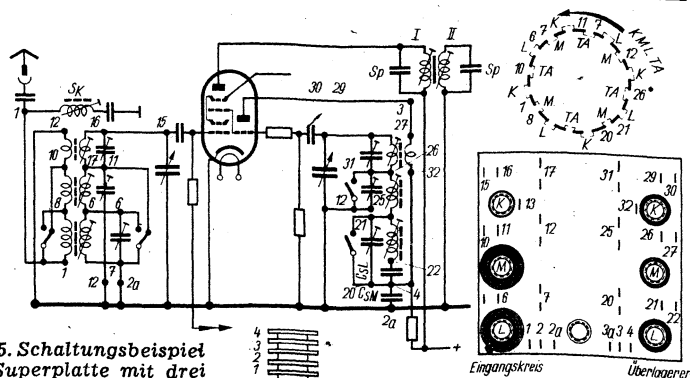

Bild 5. Schaltungsbeispiel für Superplatte mit drei Wellenbereichen
**Wickeldaten für Schaltung Bild 5**
hauptsächlich für den Selbstbau von Spulensätzen gedacht. Für den Eingangskreis verwendet man wegen der Antennen-Ankopplungsspule vierkammerige Körper, während für den Oszillator dreikammerige genügen. Die Eingangsspule sollte auf jeden Fall mit Hf-Litze gewickelt werden, damit die Dämpfung des ersten Kreises nicht allzu groß wird. Geringe Dämpfung ist schon mit Rücksicht auf die Empfindlichkeit des Gerätes und die Kleinhaltung eventuell einfallender Spiegelfrequenzsignale erwünscht. Man verwende möglichst die in nachfolgenden Wickelbeispielen für den Eingangskreis angegebene Hf-Litze. Für Oszillator- und Antennen-Ankopplungsspule kann notfalls auch Volldraht verwendet werden. Die Kurzwellenspulen werden am zweckmäßigsten so aufgebaut, wie Bild 8 (links für den Eingangskreis, rechts für den Oszillator) zeigt. In den Beispielen (Bild 5 und 6) hat der Kurzwellenanteil einen Fre-